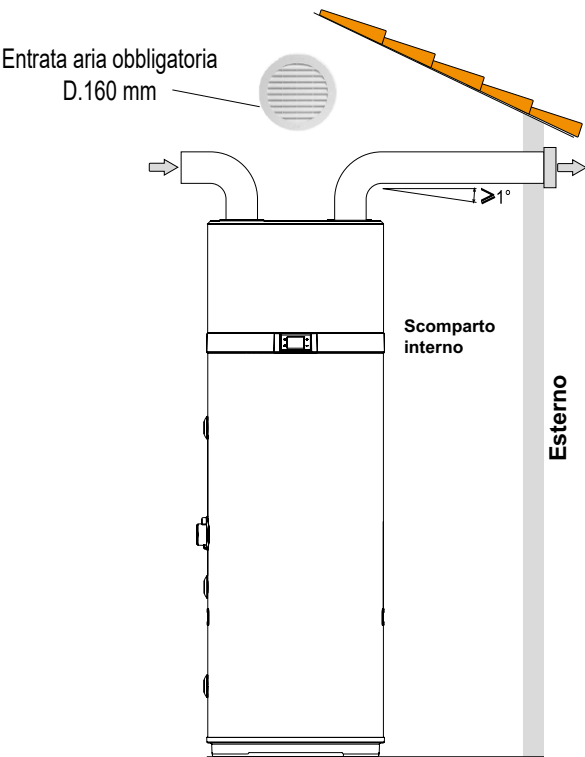

fig. 52 - Esempio di collegamento scarico aria
- Realizzare un canale d'aria dedicato così come indicato nella fig. 52.